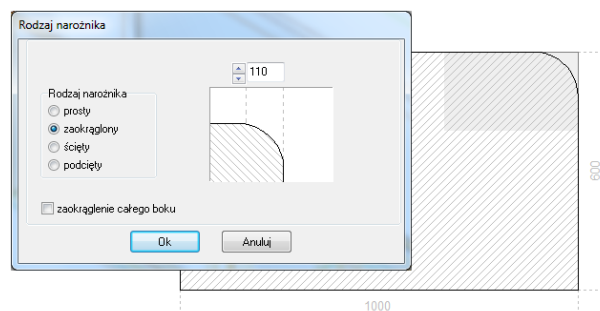

Rys. 10 – rodzaje obróbki narożnika
- po kliknięciu na narożnik użytkownik zostaje przeniesiony do okna, w którym ma możliwość wyboru typu podcięcia (Rys. 10).